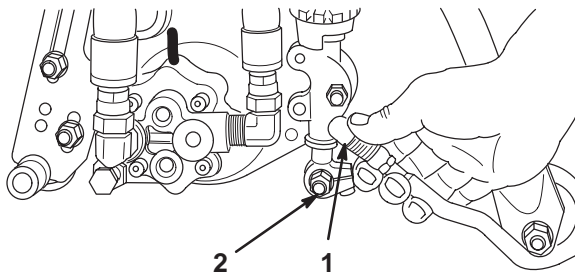

Bild 10
5. Schieben Sie die Hülse am Kugelgelenk zurück und drehen die Zugarme so nach unten, dass der Innensechskant über den Kugelbolzen passt. Lösen Sie die Hülse, so dass sie über den Bolzen geht und die Baugruppen miteinander verbindet (Bild 10).